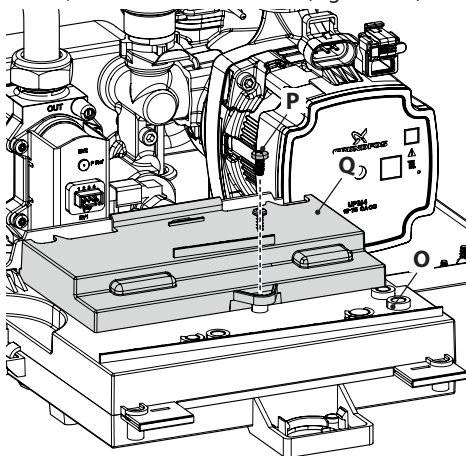

Figura 5.31
in Figura 5.31.
- Svitare la vite **P** e sollevare il coperchio **Q** per accedere alle morsettiere alimentazione elettrica, remoto e sonda esterna (Figura 5.31).